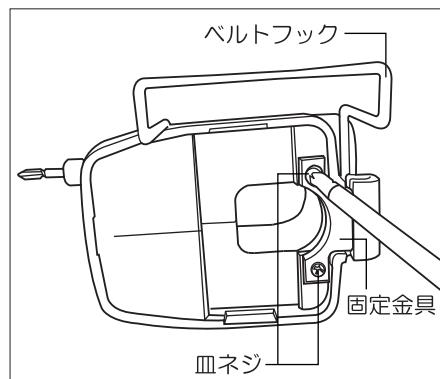

図6
- 固定金具のネジ(2個)を左に回してゆるめから、固定金具を取り外してください。(図6参照)